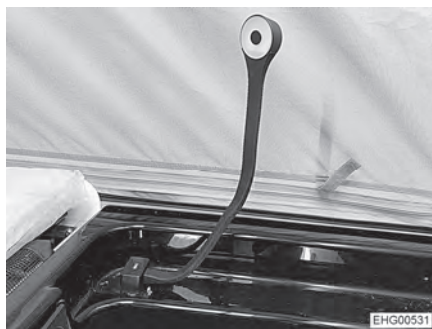
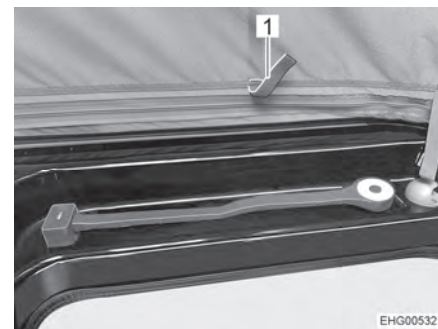

Bild 63 Svanhalslampa, driftläge
Bild 64 Svanhalslampa, transportläge
- Flytta Svanhalslampan från driftläge (Bild 63) till transportläge (Bild 64).
- Dra tältduken inåt med hjälp av flikarna som tillhandahålls för detta ändamål (Bild 64,1).